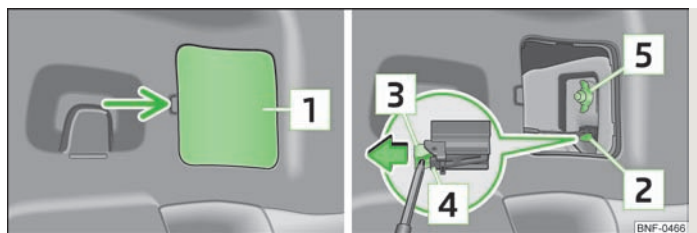

Fig. 124 Desmontar a luz traseira
- › Levante a cobertura » Fig. 124, introduza a chave de fendas por baixo do bordo inferior do bloqueio » Página 129, *Ferramentas de bordo* e puxe o bloqueio pela ficha no sentido da seta.